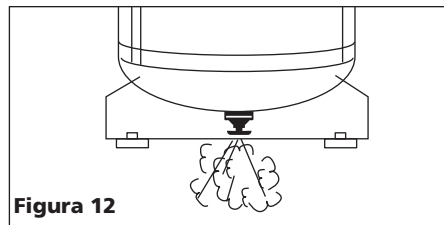

Figura 12
2. Drene el tanque. Apague el compresor y libere toda la presión, después: Abra la llave de drenaje, ubicada debajo del tanque, para drenarle toda la humedad (Vea la Figura 12).